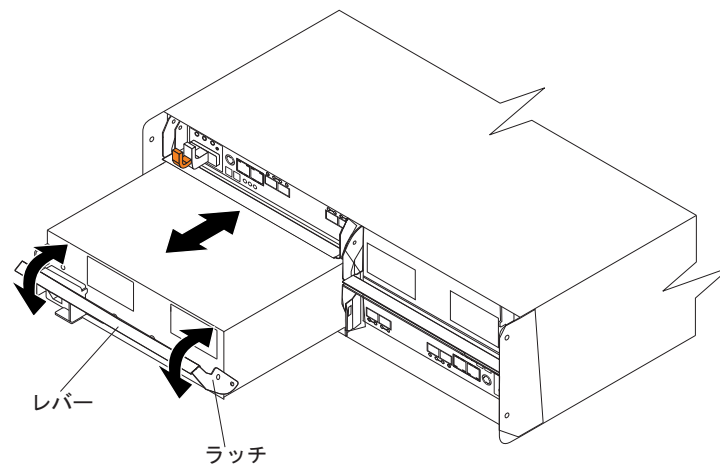

図 83. 電源機構およびファン・ユニットの交換
AC 電源機構およびファン・ユニットを交換するには、以下の手順を使用します。171 ページの図 83 に、ユニットの取り外しと挿入を示します。
11. ゆっくりとレバーをシャーシから引き離し、171 ページの図 83 に示すように電源機構およびファン・ユニットを取り外します。